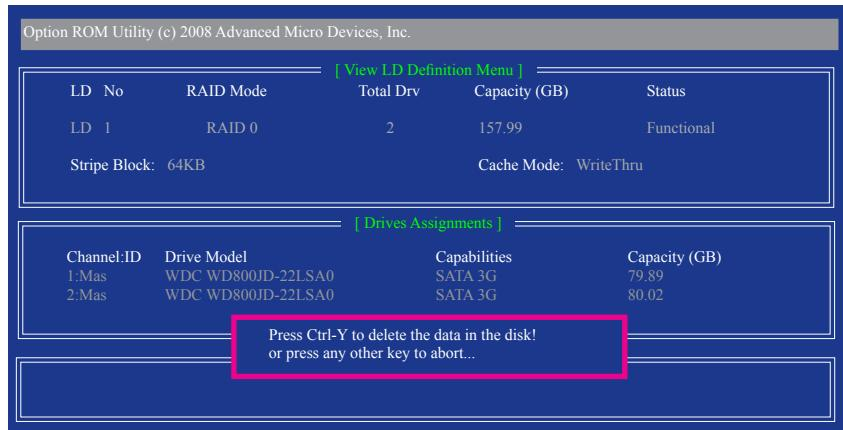

図 9
2. View LD Definition Menu が表示され（図 9 を参照）、このアレイに割り当てられたドライブを示します。中断するアレイまたは保管キーを削除する場合、<Ctrl>+<Y> を押します。